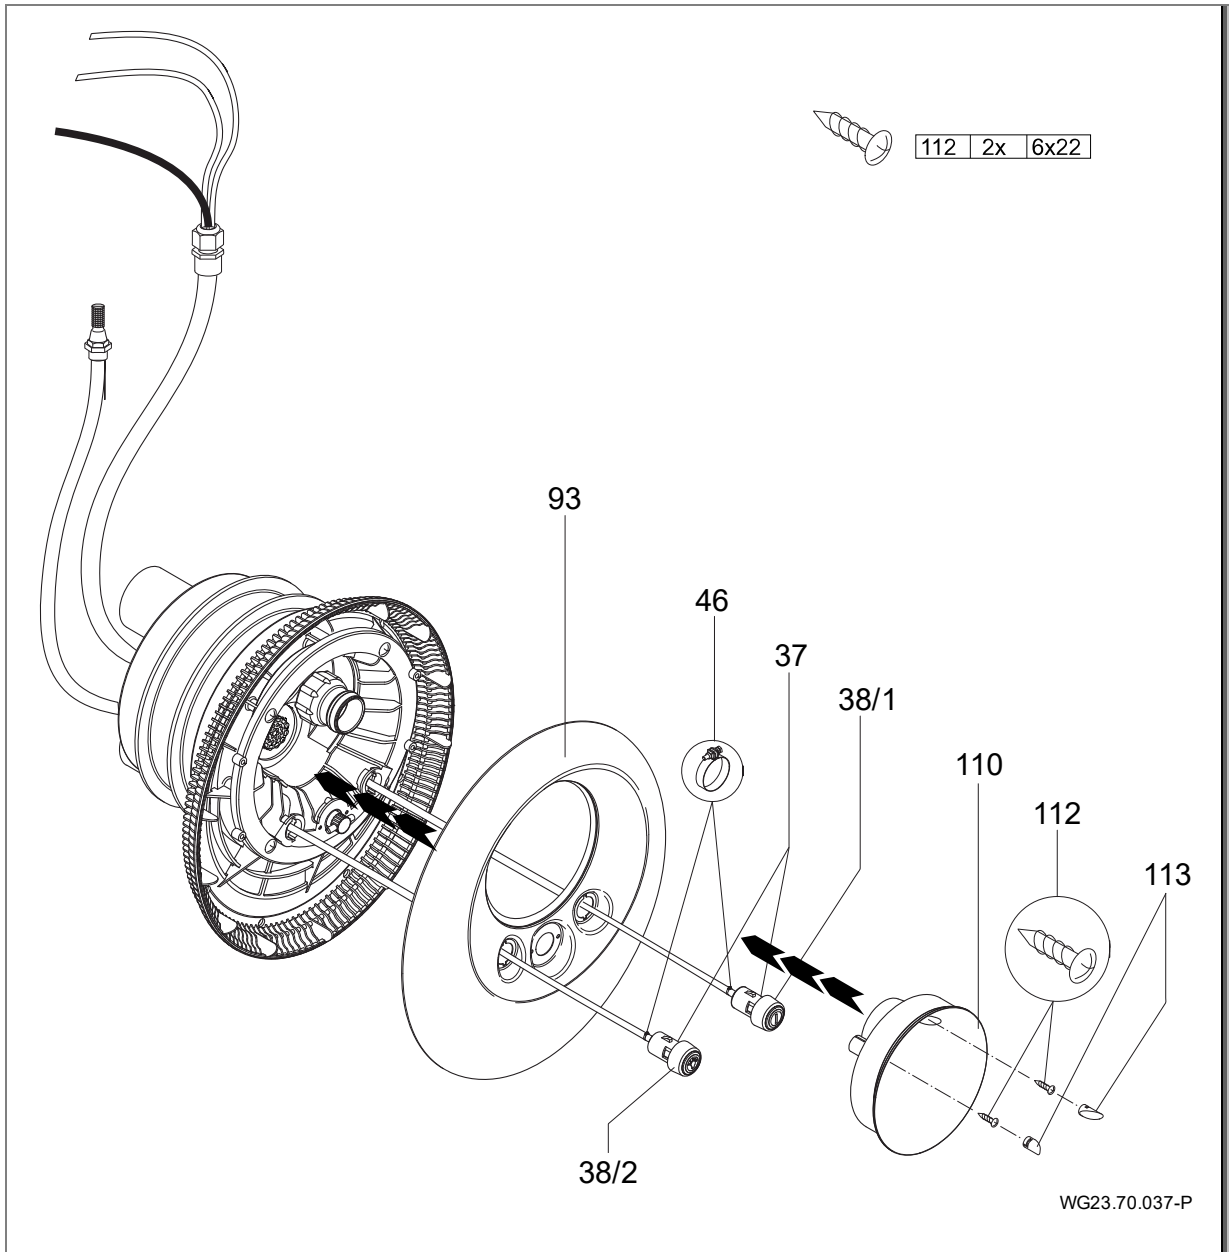

Fig. 19
7. Infilare i flessibili pneumatici nelle aperture nella copertura di acciaio inox (93); luce ON/OFF a sinistra; pompa ON/OFF a destra; e fissarli con i rispettivi tasti alle fascette per tubi flessibili (46). (Fig. 19)